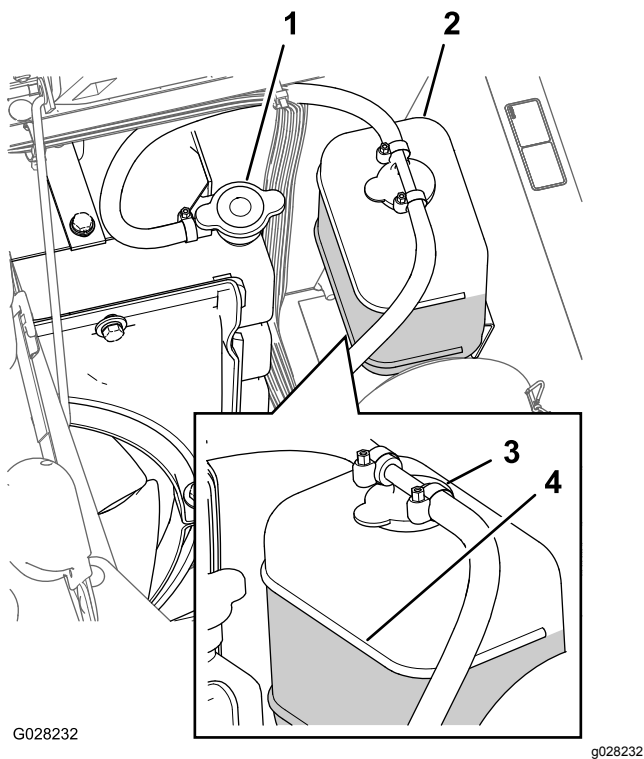

Figura 20
3. Togliete attentamente il tappo del radiatore e il tappo del vaso di espansione (Figura 20).
Nota: Il radiatore deve essere riempito fino all'orlo del collo del bocchettone e il vaso di espansione fino al segno di pieno (Full) (Figura 20).
5. Se il livello del refrigerante è basso, togliete il tappo del vaso di espansione e il tappo del radiatore, e riempite il vaso di espansione fino al segno di pieno e il radiatore fino all'orlo del collo del bocchettone (Figura 20).
6. Installate il tappo del radiatore e il tappo del vaso di espansione (Figura 20).